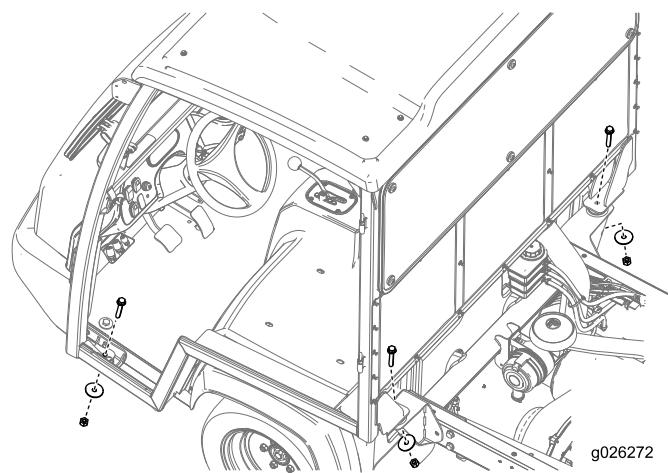

Figura 32
6. Fissate il telaio sulla macchina utilizzando 4 bulloni ($\frac{1}{2}$ "), 4 rondelle ($\frac{1}{2}$ ") e 4 dadi ($\frac{1}{2}$ ") come mostrato nella Figura 32.